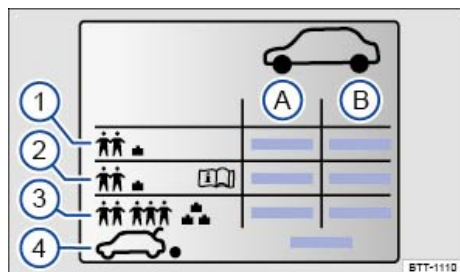

Fig. 248 Símbolos en el adhesivo de las presiones de inflado de los neumáticos.
Datos que figuran en el adhesivo de las presiones de inflado de los neumáticos $\Rightarrow$ fig. 248:
En función del vehículo, el adhesivo de las presiones de inflado de los neumáticos puede incluir una presión de inflado de confort $\Rightarrow$ fig. 248 ②. La presión de inflado de confort permite aumentar el confort de marcha. Cuando se circula con la presión de inflado de confort, puede que se incremente mínimamente el consumo de combustible.